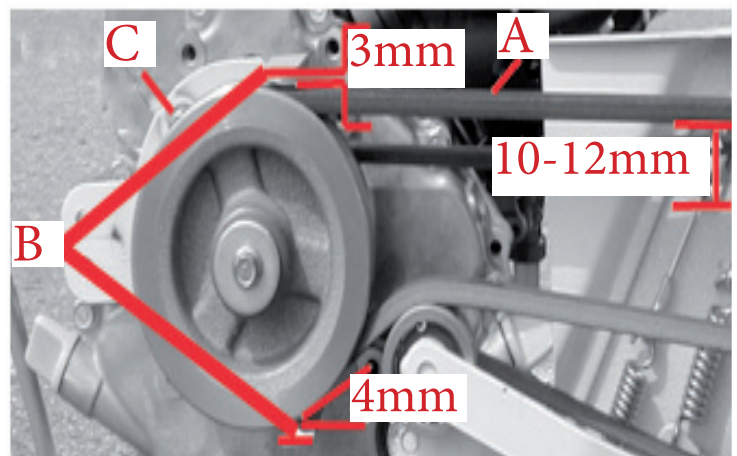

Bild 19
- Drücken Sie den Keilriemen an der Position A (Bild 19) durch, er muss sich zwischen 10 und 12 mm durchdrücken lassen. Wenn nicht, stellen Sie den Bowdenzug der Keilriemenspannung nach.
- Prüfen Sie den Abstand der Keilriemenführungen (Abb. B Bild 19) zum Keilriemen, er soll 3 bis 4 mm betragen. Wenn der Abstand nicht korrekt ist, lösen Sie die Schraube (Abb. C Bild 19) und stellen Sie die Führung passend ein.